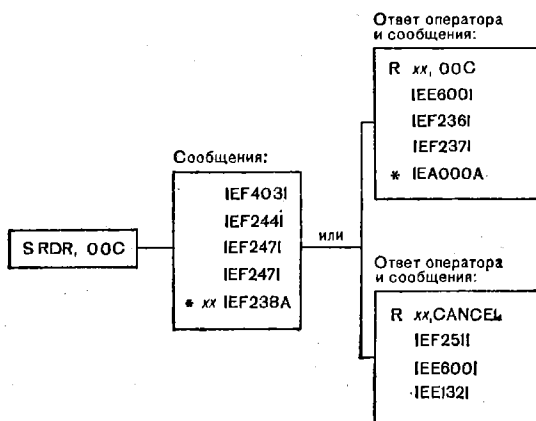

Рис. 6.2. Порядок выдачи сообщений при запуске программы системного ввода RDR.
6.1.1. Запуск программы системного ввода RDR осуществляется по команде START, формат которой приводится в табл. 6.3. Обязательным параметром является имя системной программы — RDR (или RDR400, или RDR3200). Остальные параметры являются необязательными*). Идентификатор представляет собой имя, которое присваивается системной программе, если оператор запускает их несколько. Он используется в режимах MVT и SVS**). Если идентификатор опущен, то система образует его сама, причем она может создать одинаковые имена для разных системных программ, что оказывается не всегда удобным для работы. В последнем случае в качестве идентификатора система использует адрес устройства или имя самой каталогизированной процедуры. Идентификаторы используются в дальнейшем в командах STOP и CANCEL. Адрес заменяется физическим адресом устройства. Набор сообщений, который выдается системой после ввода команды START, зависит от того, в каком состоянии находится устройство ввода: ONLINE или OFFLINE. Здесь и далее считаем, что в системе действует команда MN JOBNAMES,T. В примерах 6.1 и 6.2 приведены оба случая запуска программы системного ввода (рис. 6.2).